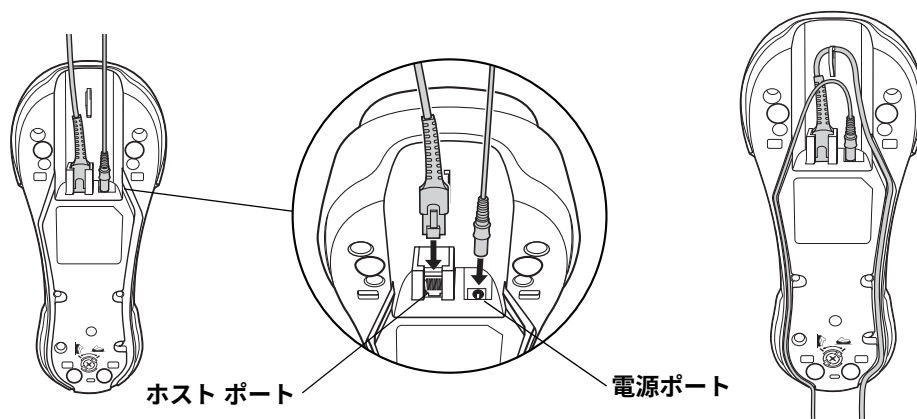

図 1-4 クレードルにケーブルを接続する
1. インタフェース ケーブルをクレードルのホスト ポートに接続します。図 1-4 を参照してください。
1. ホスト コンピュータからインタフェース ケーブルをクレードルのホスト ポートに接続します。図 1-4 を参照してください。